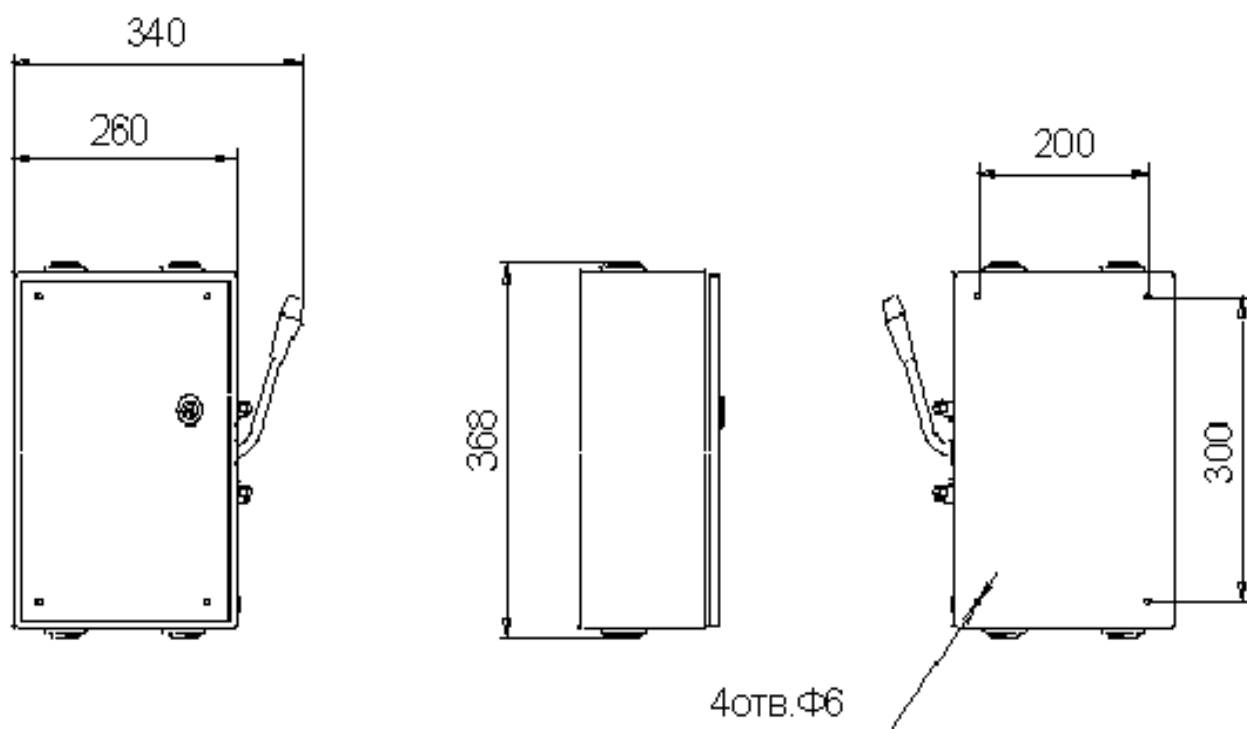

Рис.1. Внешний вид, габаритные и установочные размеры корпуса ящика силового ЯБПВУ-100-54-У3-Узола.
2.13. Габаритные и установочные размеры	- см. рис.1;